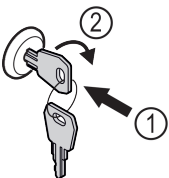

Fig. 115
- ▶ Introducir la llave Fig. 115 (1).
- ▶ Girar la llave 90° en el sentido de las agujas del reloj Fig. 115 (2).